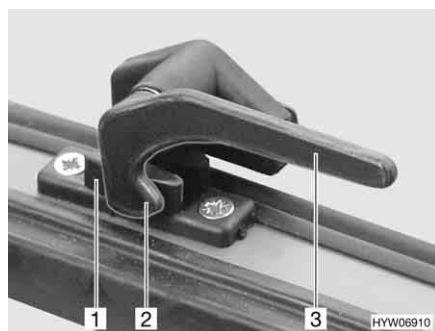

Fig. 10 Leva di serraggio in posizione "Chiuso"
- Ruotare la leva di serraggio (Fig. 10,3) di un quarto di giro verso il centro della finestra.
- Ruotare la leva di serraggio (Fig. 10,3) di un quarto di giro verso il telaio della finestra. Il nasello di chiusura (Fig. 10,2) si trova sul lato interno della chiusura della finestra (Fig. 10,1).
- In posizione "Completamente chiusa" (Fig. 10).